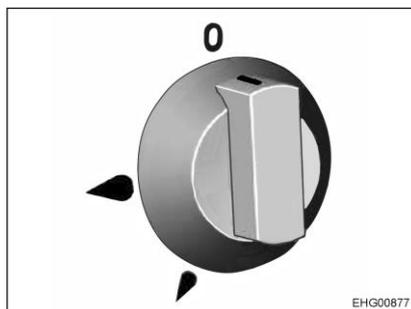

Fig. 131 Bouton tournant
- Appuyer sur le bouton tournant (Fig. 131) du point de cuisson désiré, le tourner en position d'allumage (grande flamme) et le maintenir enfoncé.
- Appuyer sur le bouton tournant (Fig. 131), le tourner en position d'allumage (grande flamme) et le maintenir enfoncé.
- Appuyer légèrement sur le bouton tournant (Fig. 131) et le tourner sur la température la plus élevée (240 °C).